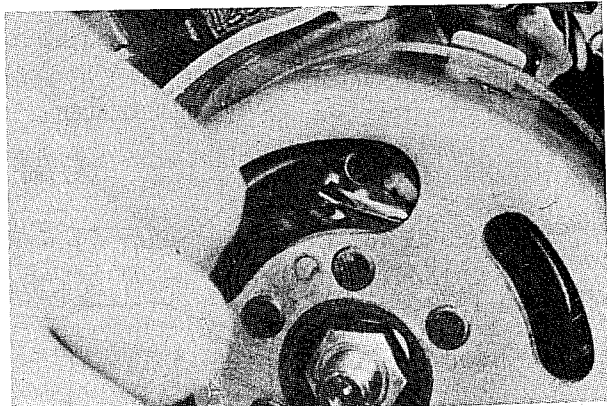

Bild 22
- Nachdem der Zündzeitpunkt richtig eingestellt ist, den Kontaktabstand mit einer Fühlerlehre messen (Bild 22). Wenn der grösste Kontaktabstand über der Toleranz liegt, ist die Unterbrecherkontakteinheit zu erneuern. Es darf nicht versucht werden, den festen Kontaktbügel zu biegen, um den grössten Kontaktabstand herabzusetzen. Dies führt nur zu falscher Ausrichtung der Kontakte; Schwierigkeiten bei der Zündzeitpunkteinstellung sowie zu vorzeitigem Versagen der Kontakte.